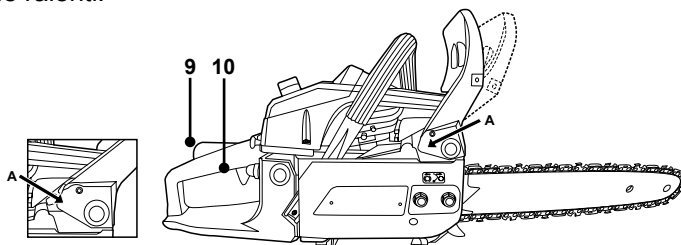

Fig. 19
- > Après avoir mis le moteur en marche, relâchez le frein de chaîne en tirant la protection avant vers l'arrière en direction de la poignée avant. Vérifiez que le détail 'A' apparaisse comme illustré (Fig. 19). La chaîne ne tournera pas à sa vitesse normale de ralenti.